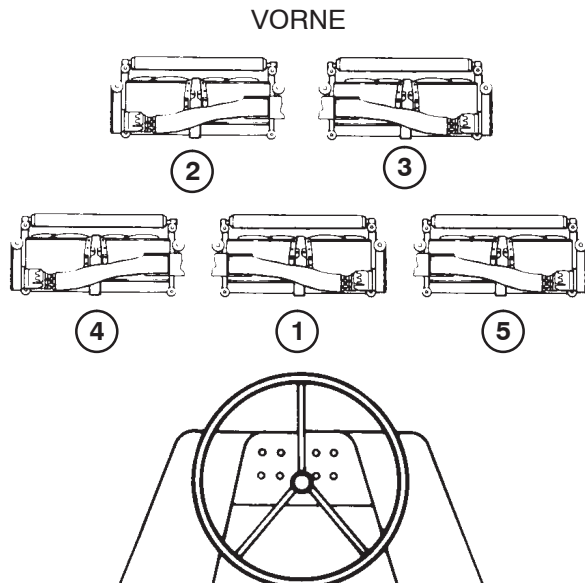

Bild 1
1. Siehe Bild 1 und legen Sie alle fünf Mähwerke auf den Boden vor die Maschine. Positionieren Sie drei rechte Mähwerke (alle drei sind gleich) als Nummer 1, Nummer 3 und Nummer 5. Positionieren Sie auch die linken Mähwerke Nummer 2 und Nummer 4 (beide sind gleich).